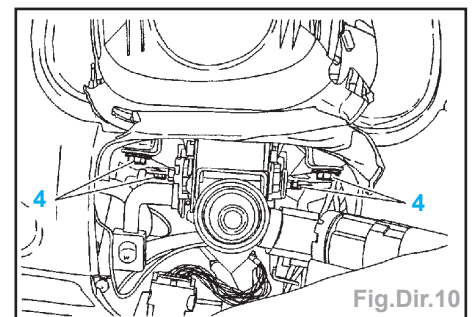

Fig.Dir.10
- Brancher et verrouiller les connecteurs (6) et (4).
• le cache (3),
• l'habillage de la colonne de direction (1),
• les vis (2),
• la vis (3),
- Déposer les vis (4) (Fig.Dir.10).